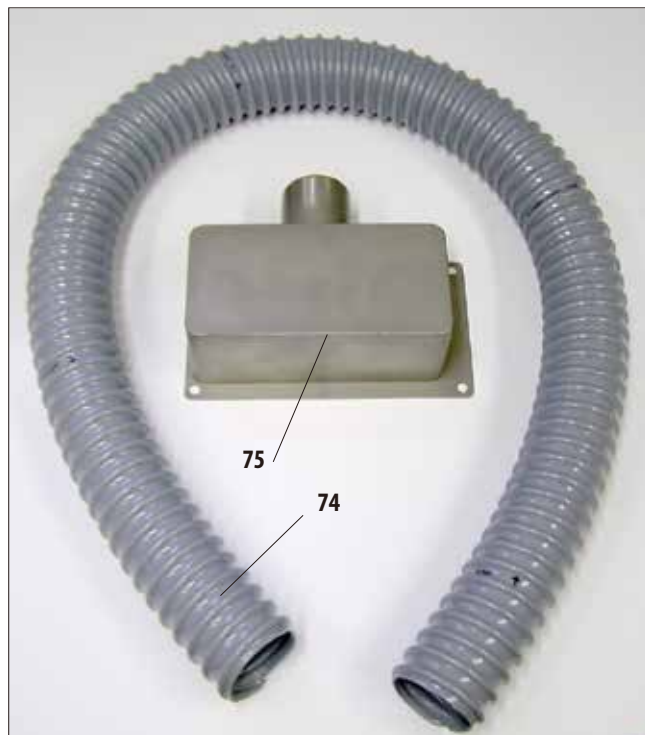

Fig. 21
Il kit a flangia (fig. 21) include il tubo per fumi (74) ($\varnothing = 50$ mm) e la flangia di scarico (75).